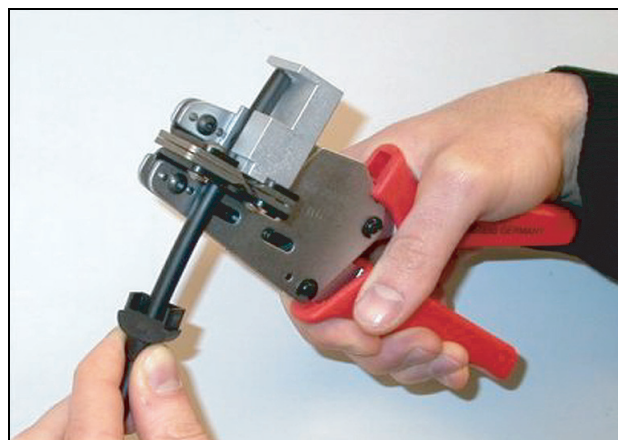

figure 30.7: Dénudage du câble
- 5 À l'aide de la pince à dénuder (outil 5), dénudez la gaine extérieure du câble en le poussant vers la butée mécanique (voir figure 30.7).